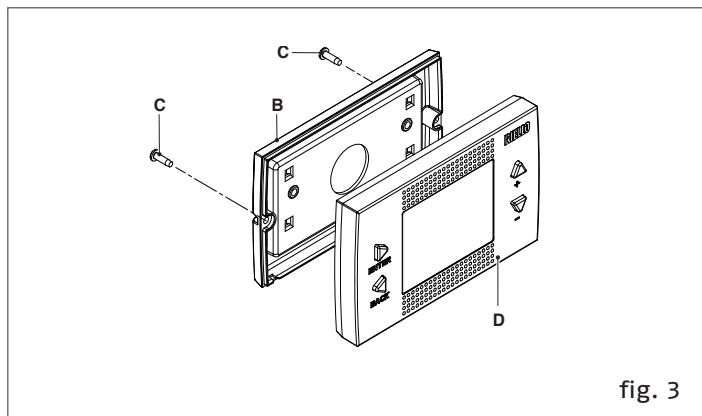

fig. 3
- Far passare il cavo attraverso il guscio inferiore (B), fig. 3.
- Assemblare il guscio al pannello comandi utilizzando le 2 viti (C), fig. 3, fornite a corredo.